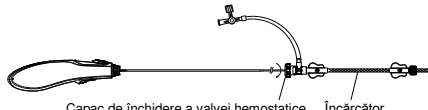

Figura 8. Ilustrarea înșurubării în sens orar a capacului de închidere a valvei hemostatice
- Răsuciți capacul de închidere al valvei hemostatice la un grad adecvat (Consultați Figura 8), apoi împingeți și trageți în mod repetat, pentru a vă asigura că tensiunea este corespunzătoare.